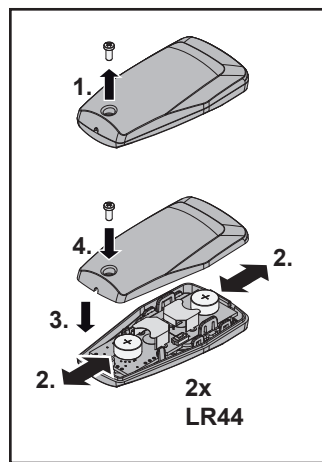

Fig. 2
4.1 Batterij vervangen / plaatsen (fig. 2)
4.1 Pariston vaihtaminen / sisään asettaminen (fig. 2)